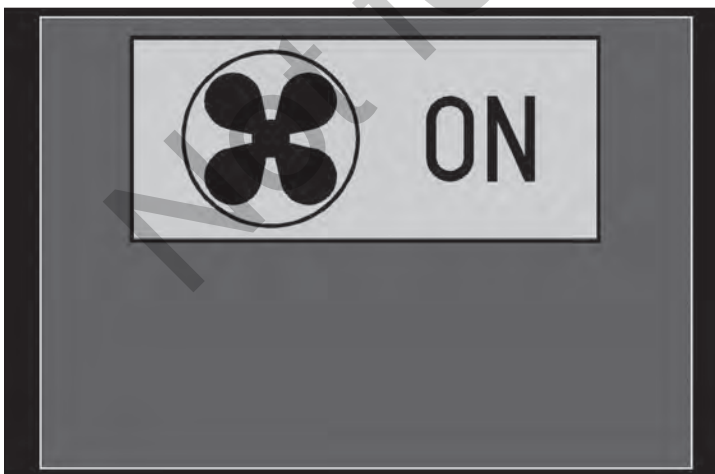

Figure 28
- Ventilateur actionné – Le principal ventilateur est actionné et l'air chaud s'écoule de la sortie d'air. Voir Figure 28.